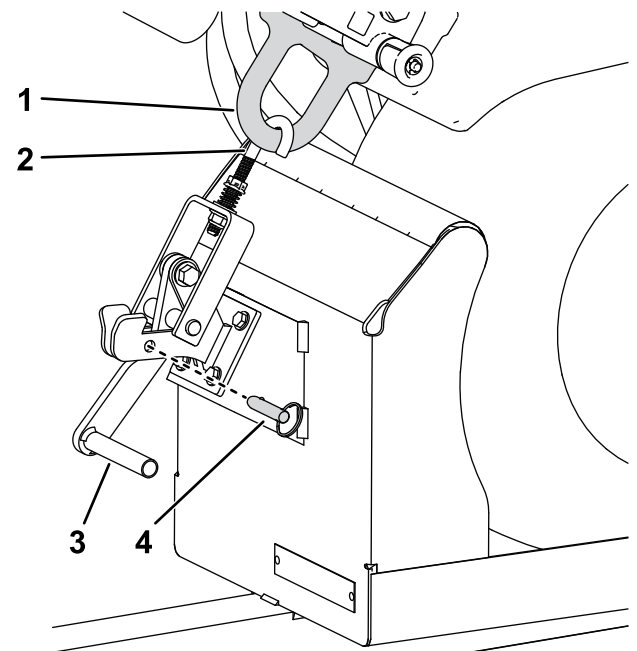

Figure 6
7. Appuyez sur le levier de verrouillage et fixez-le en position avec la goupille de blocage rapide (Figure 6).